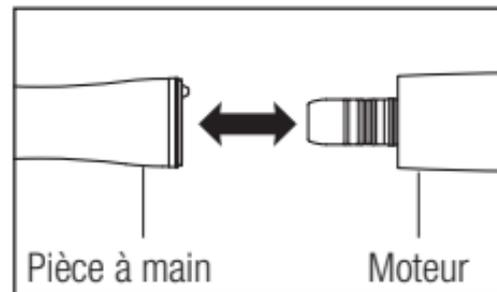

Fig. 1
- 1 Insérez la pièce à main directement dans le moteur (Fig. 1).
Maintenez le moteur et la pièce à main, puis tirez pour les séparer. (Fig. 1)